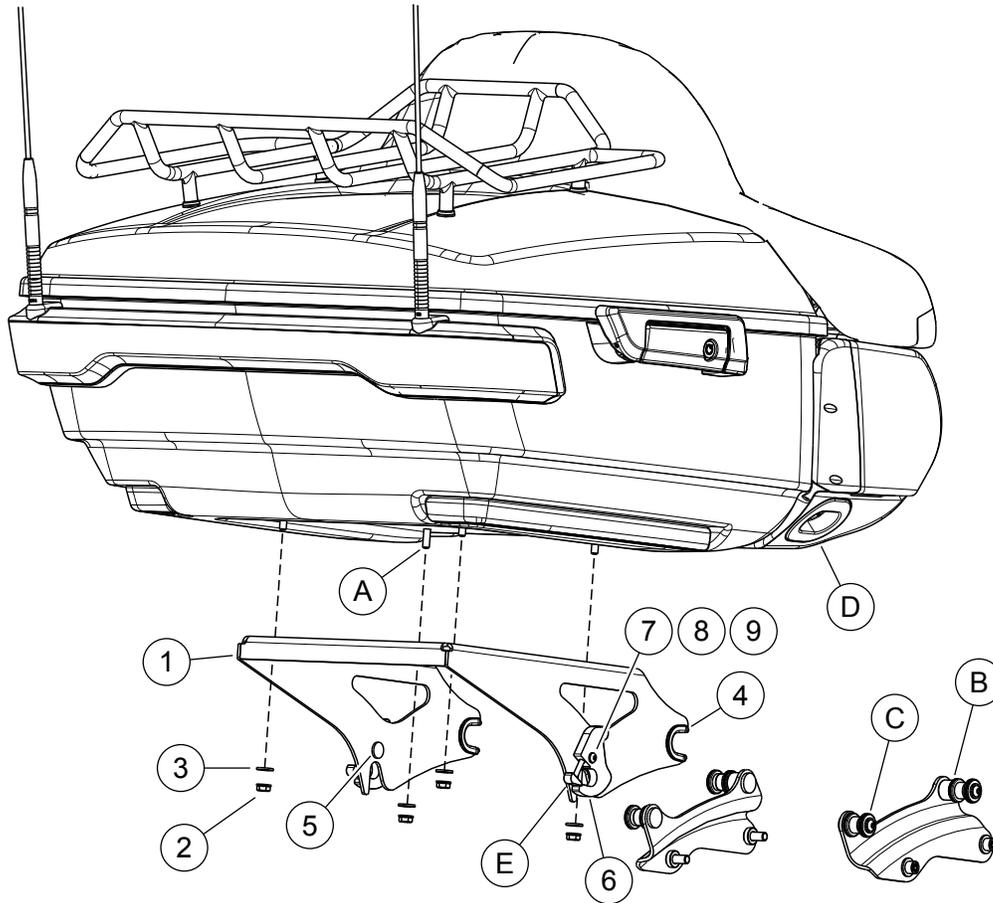

Abbildung 1. Ersatzteile: Abnehmbarer Doppelsitzbank Tour-Pak-Träger
Siehe Abbildung 1 und Tabelle 1.
2. Abbildung 1 Den Tour-Pak® -Träger (1) an den Befestigungsbolzen (A) des Tour-Pak (D) anbringen.
3. Mit Unterlegscheiben (3) und Muttern (2) sichern.
4. Die Befestigungslöcher des Tour-Pak-Trägers sind geschlitzt. Den Tour-Pak (D) auf dem Tour-Pak-Träger (1) in Position bringen.
5. Die Muttern (2) anziehen.
1. Siehe Abbildung 1. Die Kerben des vorderen Tour-Pak-Trägers mit den Buchsen auf den vorderen Befestigungspunkten (B) platzieren.
- a. Sicherstellen, dass die Kerben mit den Buchsen (4) vollständig in den vorderen Befestigungspunkten sitzen.
2. Die abnehmbaren Verriegelungen (6) über den hinteren Befestigungspunkten (C) positionieren.
- a. Überprüfen, ob die Trägerseiten (1) und Verriegelungen in die hinteren Befestigungspunkte eingreifen.